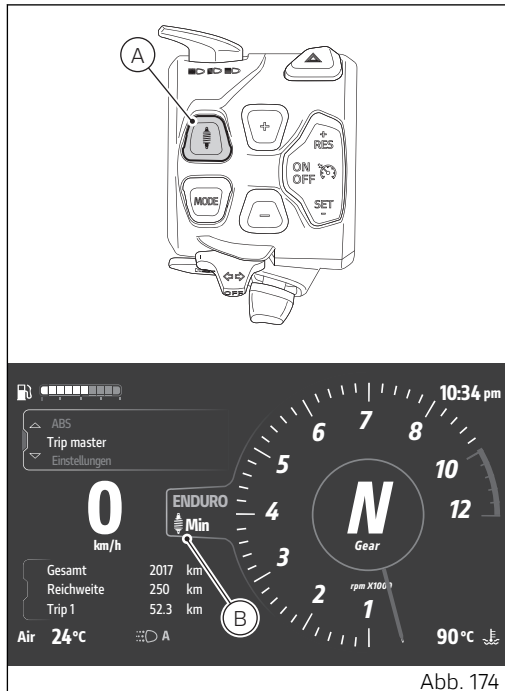

Abb. 174
- 1) 2 Sekunden lang auf die Taste (A, Abb. 174) drücken.
- 2) Zur Bestätigung der Aktivierung wird im Cockpit die Angabe „Min“ (B, Abb. 174) angezeigt.
Darüber hinaus kann diese Funktion auch bei Geschwindigkeiten unter den oben genannten 115 km/h (71 mph) manuell deaktiviert werden, indem die Taste (A, Abb. 174) 2 Sekunden lang gedrückt wird.